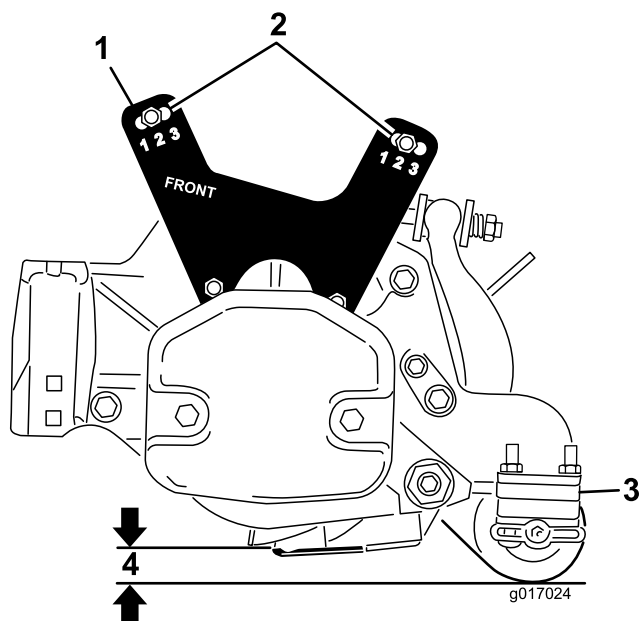

図 20
- カッティングユニットを床に降下させ、床からベッドナイフまでの距離を図20のようにして測定する。